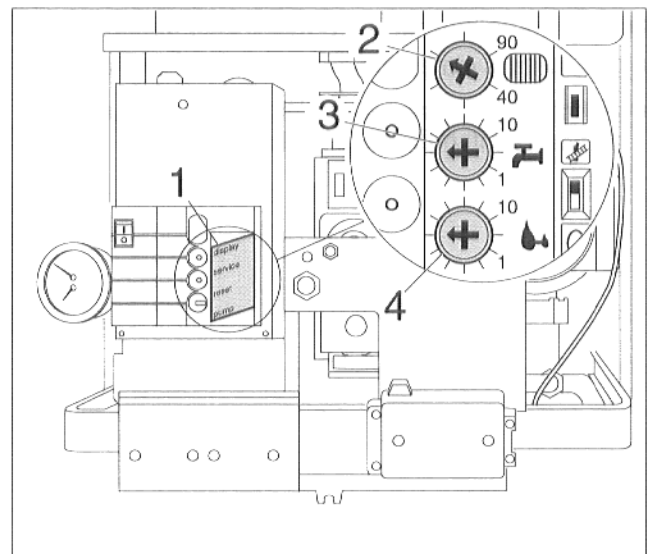

Abb. 16 2. Bedienebene
- Abdeckung der 2. Bedienebene entfernen (Abb. 16, Pos. 1).
- Regler (Abb. 16, Pos. 2) auf die gewünschte maximale Vorlauftemperatur, je nach Auslegung der Anlage, einstellen. Werkeinstellung = 75 °C.
- Gewünschte Brauchwassertemperatur mit Regler für Brauchwassertemperatur (Abb. 16, Pos. 3) entsprechend Tab. 1 einstellen.
- Heizleistung je nach erforderlichem Wärmebedarf (Tab. 2) am untersten Regler (Abb. 16, Pos. 4) einstellen. Erforderlichen Wärmebedarf entsprechend DIN 4701 berechnen.